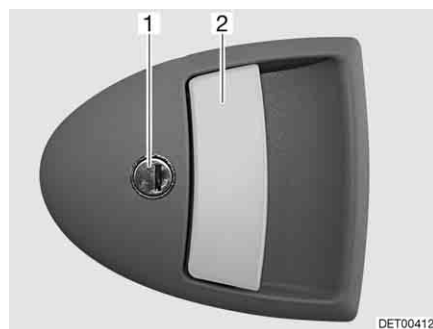

Fig. 36 Serratura della porta di ingresso, lato esterno
- Inserire la chiave nel cilindro della serratura (Fig. 36,1) e ruotare fino a quando la serratura della porta si sblocca.
- Tirare la maniglia della porta (Fig. 36,2). La porta è aperta.
- Inserire la chiave nel cilindro della serratura (Fig. 36,1) e ruotare fino a quando la serratura della porta si blocca.